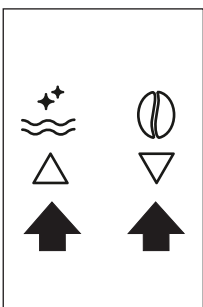
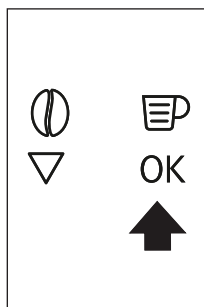

Рис. 9
Рис. 10
- ▶ Используйте значки \triangle ∇ (B7 и B8), чтобы выбрать желаемый язык (рис. 9). Если появляется сообщение PRESS OK TO CHOOSE ENGLISH (ДЛЯ ВЫБОРА АНГЛИЙСКОГО НАЖМИТЕ OK), нажмите и удерживайте значок OK (B 9) (рис. 10) в течение 3-х секунд, пока не появится сообщение ENGLISH INSTALLED (УСТАНОВЛЕН АНГЛИЙСКИЙ ЯЗЫК). Чтобы выбрать другой язык, следуйте указаниям раздела «Выбор языка». Если вашего языка нет, выберите язык из доступных на дисплее. В инструкциях используются обозначения на английском языке. Затем выполните инструкции, отображаемые на экране.
- ▶ Нажмите сенсорную кнопку OK (B9) (Рис. 10) и через несколько секунд из краника польется струйка кипятка.